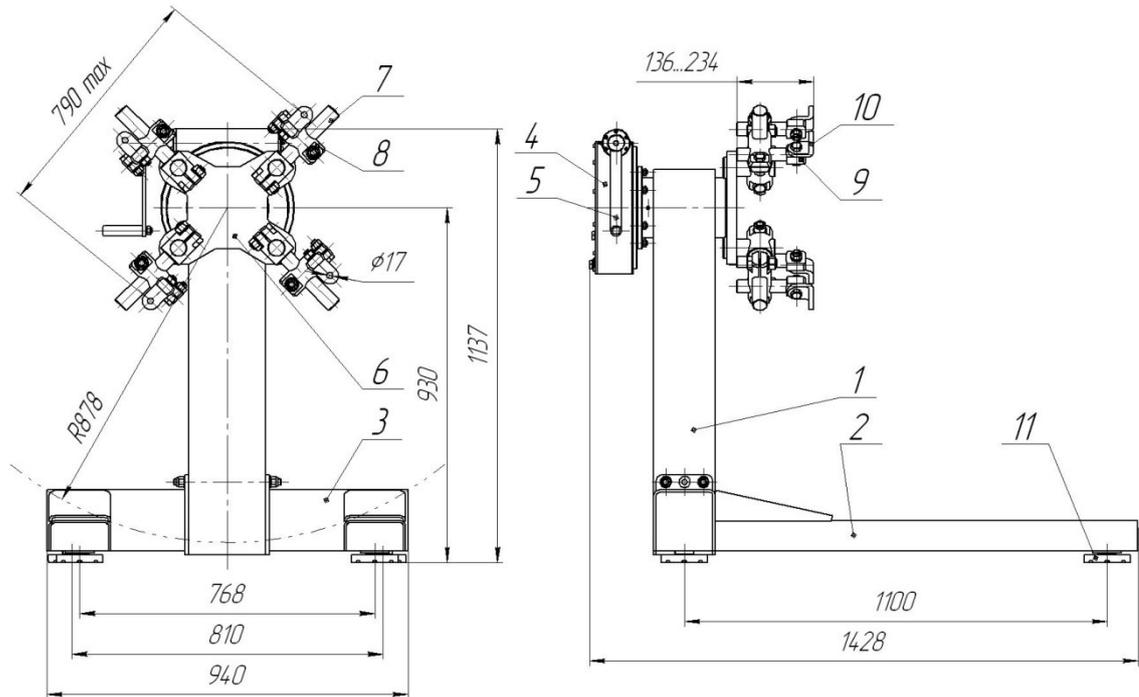
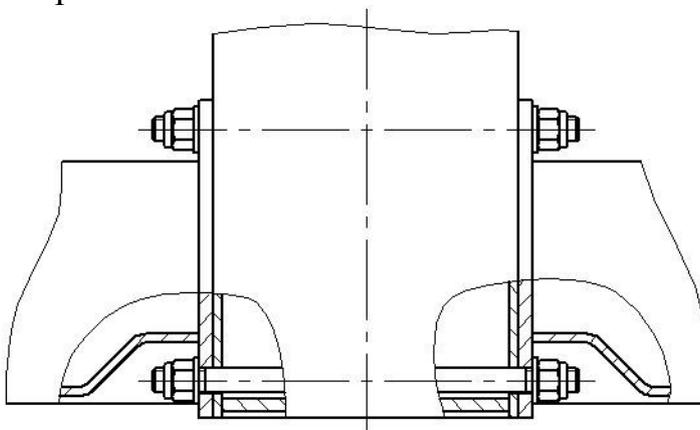

Рис. 1 Стенд P1250
Рис. 2 Схема сборки рамы стенда
4.1. Двигатель на стенде закрепляется на адаптерах (поз. 7, 8, 9, 10, рис. 1), которые установлены на шпинделе 6. Вращением рукоятки 5 через червячный редуктор 4 двигатель поворачивается в положение наиболее удобное для работы.
Распакуйте и расконсервируйте стенд. При помощи шпилек, гаек и шайб присоедините к стойке (поз. 1 рис. 1) правую и левую опоры (поз. 2 и 3, рис 1), как показано на рис. 2.
Ослабить крепежные болты на адаптерах (поз. 7, 8, 9, 10, рис.1).
Болтами или шпильками (в комплект не входят) закрепить уголки (поз. 10, рис. 1) к двигателю.